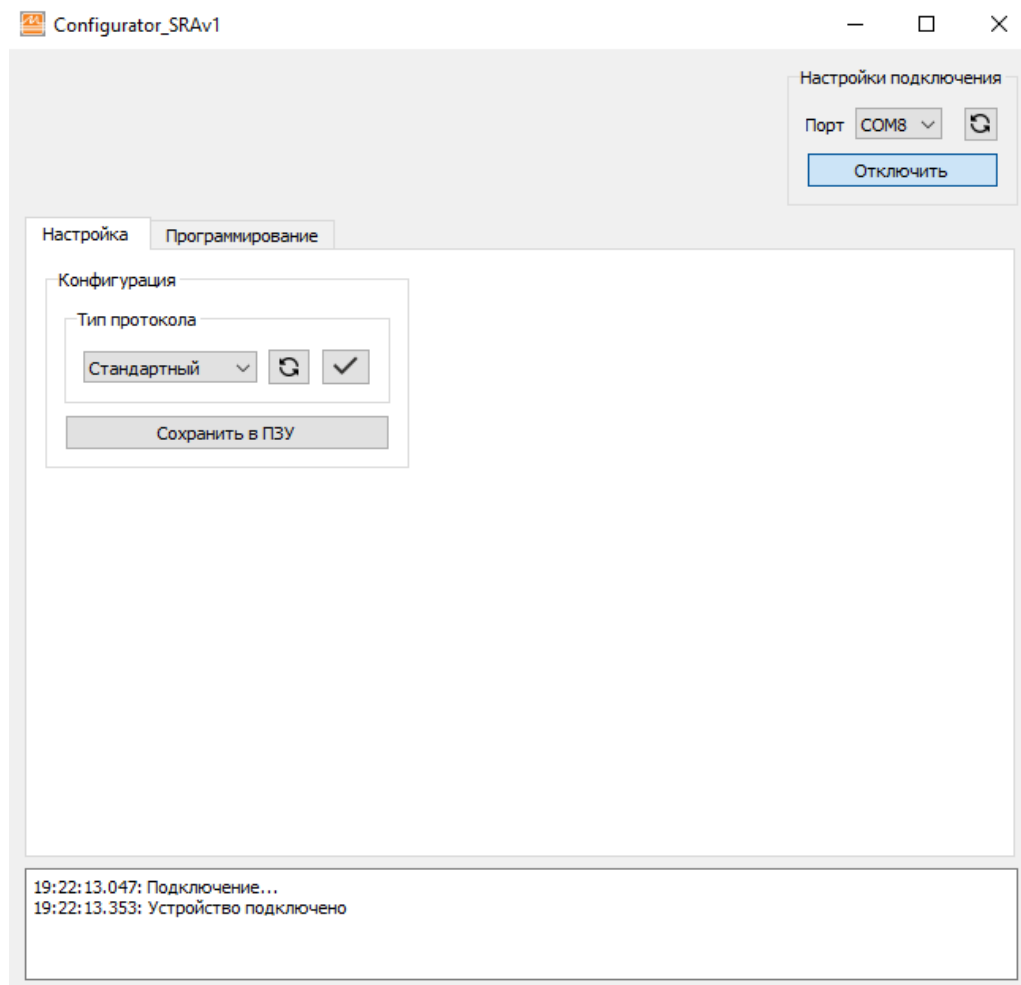

Рисунок 2.5 – Внешний вид окна программы Configurator_SRAv1
2.6.3 Запустите программу «Configurator_SRAv1» (рисунок 2.5).
2.6.7 Перейдите на вкладку «Настройка» (рисунок 2.5). Для чтения текущего типа протокола нажмите кнопку .
2.7.3 Запустите программу «Configurator_SRAv1» (рисунок 2.5).